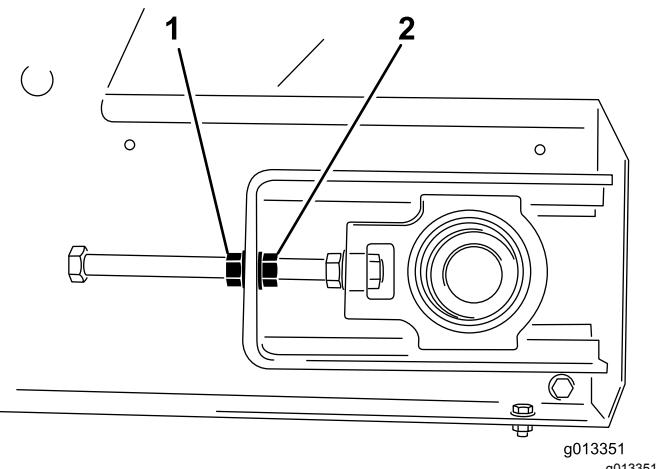

図 55
ングナットロッドの端部に一番近いナットをゆるめる 図 55。
- ベルトが寄ってくる側で調整する。テンショナロッドが回らないようにロッドの端部を押さえながらロッキングナットをゆるめ、調整ナットをナットの面分締めつける 図 55。